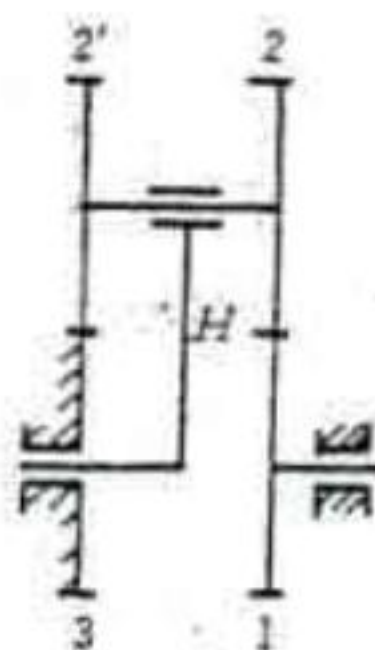

图 11
2、图 11 所示轮系中, 已知各轮齿数  $Z_1 = Z_{2'} = 100$ ,  $Z_2 = 99$ ,  $Z_3 = 101$ 。求传动比  $i_{H1}$ , 并说明构件 1 与构件 H 的转向关系。